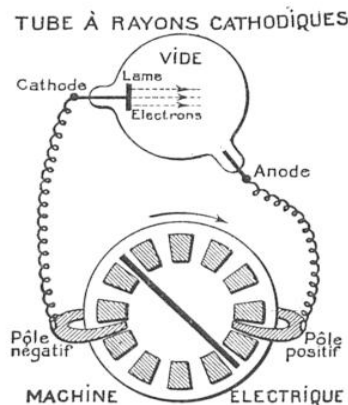

FIG. 2. — UN MOYEN DE LIBÉRER DES ÉLECTRONS
liards de milliards d'obstacles par centimètre cube. D'où la nécessité d'opérer dans un vide relatif — un cent-millième d'atmosphère, par exemple (1) — et nous avons ainsi réalisé un tube « à décharge disruptive » (fig. 2).
2^o *Le radium.* — Cette expérience sur les rayons cathodiques, que nous effectuons avec des conducteurs et des isolants intelligemment disposés (fig. 2), le monde extérieur nous l'offre toute montée dans l'atome de radium (tableau page 288). Cet atome, qui ne possède pas moins de 88 électrons planétaires, est pourvu d'un noyau, lui aussi extraordinairement complexe ; les noyaux lourds sont instables et explosent spontanément (transmutations radioactives) ; au cours de ces explosions, il peut y avoir projection d'électrons (rayons *bêta*), ce qui prouve que les